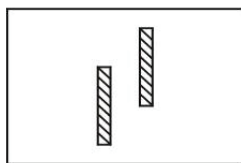

Fig.55
(2) Foria verticală
Rotiți butonul auxiliar al lentilei ② pentru a seta ochiul stâng la 10ΔI, astfel încât coloanele de litere să fie complet separate. Dacă pacientul are forie verticală, aceasta va fi prezentată ca Fig.55. Apoi rotiți prisma rotativă către celălalt ochi, cu scara 0 orizontală (așa cum se arată în Fig.57). Rotiți butonul de rotație a prismei ⑪ astfel încât să nu existe nicio diferență între cea superioară și cea inferioară (vezi Fig.56). Apoi scara prisme rotative indică puterea foriei verticale.